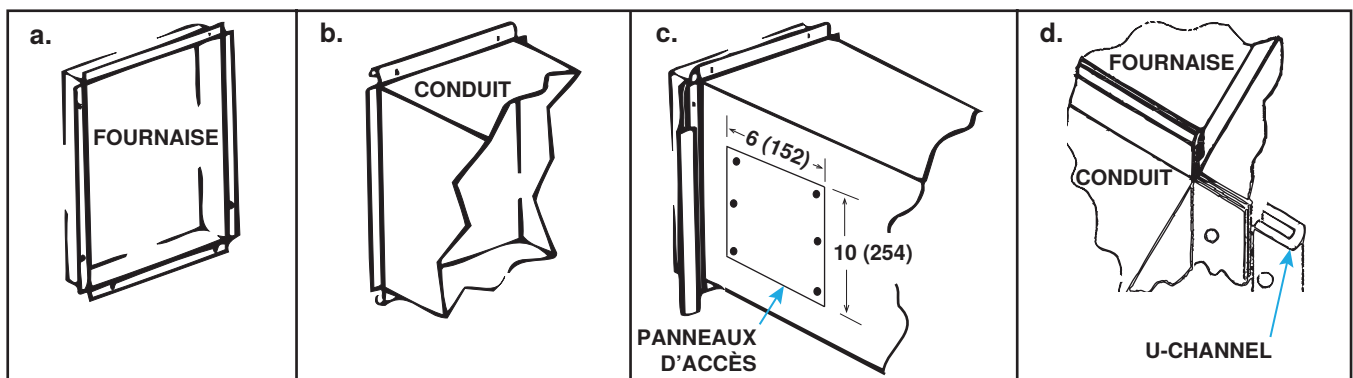

Figure 11. Raccordement des conduits à la fournaise
- **Raccordement horizontal du conduit d'alimentation en air au la fournaise** : Branchez le conduit au la fournaise conformément aux étapes suivantes illustrées à la Figure 11 :
- **Panneaux d'accès** : Les conduits doivent être dotés de panneaux d'accès (voir Figure 11) du côté en amont et du côté en aval de l'appareil de chauffage. Les ouvertures doivent être accessibles lorsque l'appareil de chauffage est en marche et doivent avoir au moins 6 × 10 pouces (152 × 254 mm) pour permettre à la fumée ou à la lumière réfléchie d'être observée en cas de fuite de l'échangeur d'air. Attachez les panneaux de manière à éviter les pertes de chaleur.